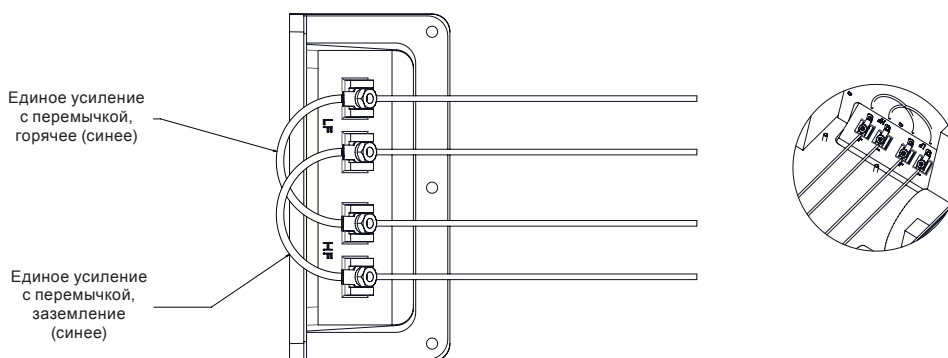

Рисунок 10
4. Перед установкой динамика с двухпроводным соединением или двойным усилением снимите две синие перемычки (рис. 10). Синие перемычки расположены на манжете клеммы с внутренней стороны задней крышки. Нажмите на разъемы для перемычек прямо под местом, где провод входит в разъем, чтобы освободить зажим разъема. Если это не помогает, сместите пластиковый башмак назад на провод и нажмите на рычаг для блокировки шариковой ручкой или небольшим инструментом, аккуратно вытягивая провод.